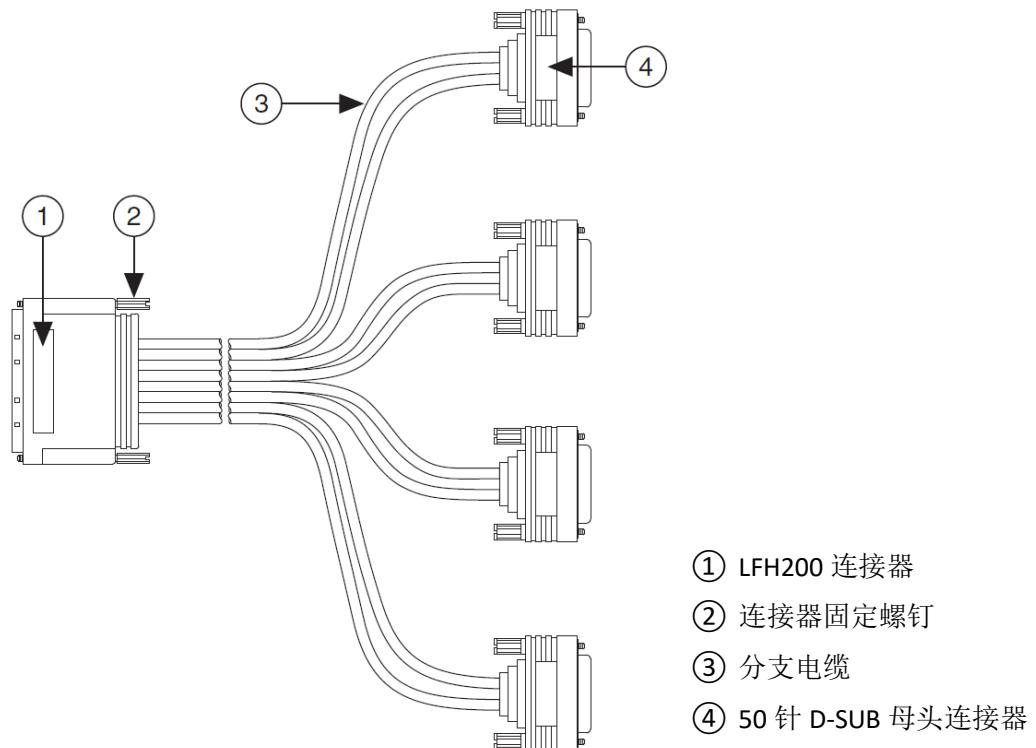

图 1, LFH200 转 4 x DB50-S 专用线缆示意图
- LFH200 转 4 x DB50-S 专用线缆（图 1）